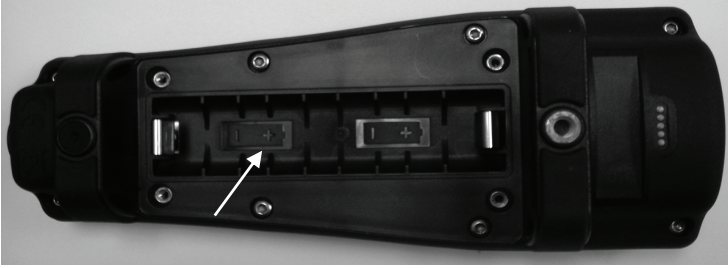

Figura 1. Pro20 sin la tapa de las pilas. Tenga en cuenta los símbolos que indican la polaridad de las pilas.
- 4) Instale las pilas nuevas, comprobando la alineación correcta de la polaridad (Figura 1).